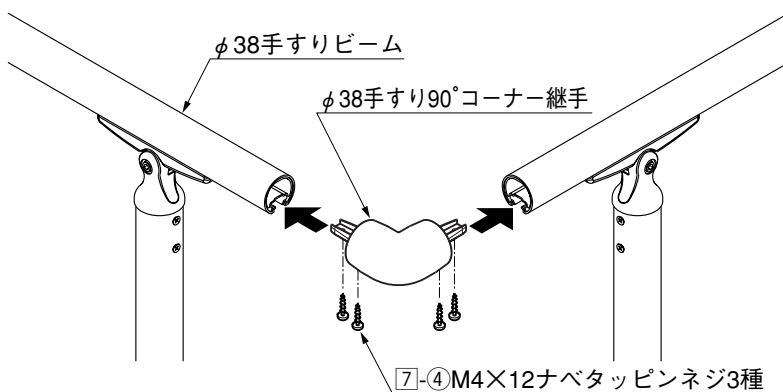

図3-11
③ φ38手すり90°コーナー継手をφ38手すりビームに挿入して、[7]-④で取付けてください。(図3-11参照)